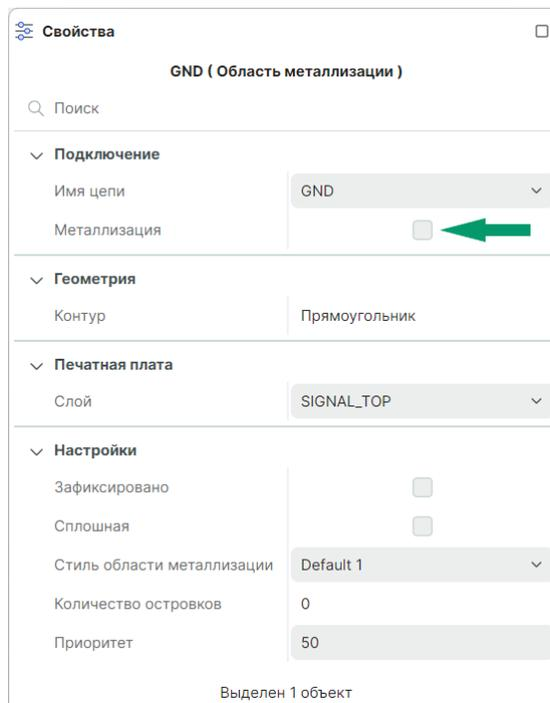

Рис. 496 Отмена заполнения области металлизации
2. Снимите флаг в чек-боксе «Свойства» → «Подключение» → «Металлизация», см. Рис. 496.